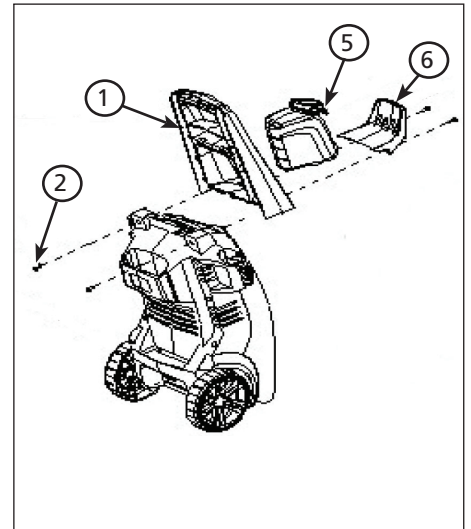
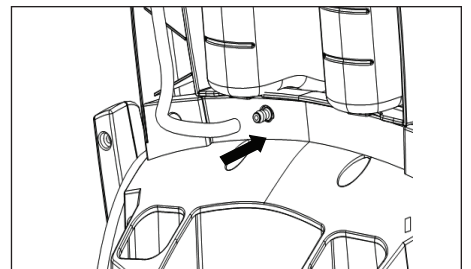

Figure 8 - Seulement pour le PW1825
Figure 10 - Attachez le tube de savon à l'unité (seulement pour les modèles PW1825 et PW1835)
1. Faites glisser la poignée (1) sur l'unité (voir la figure 8).
3. Faites glisser le crochet du tuyau (6) sur l'avant du nettoyeur haute pression.
5. Faites glisser le réservoir de savon (5) dans la poignée.
6. Attachez le tube de savon à l'unité (voir la figure 10).
- Attachez le tube de savon à l'unité (voir la figure 10).